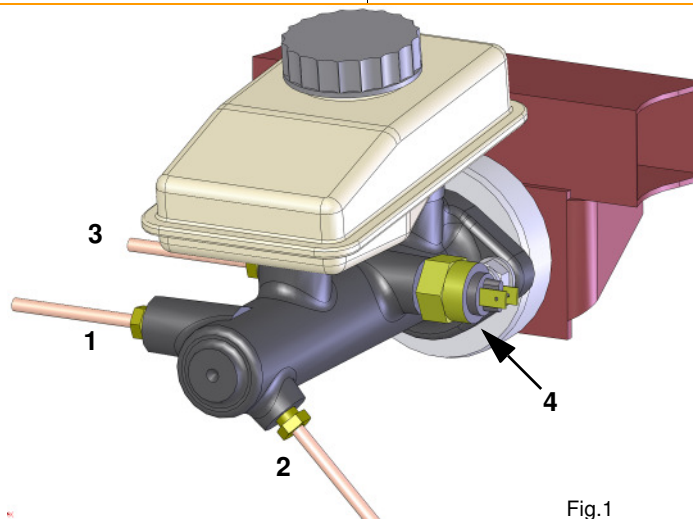

Fig.1
- It is important that the two metal lines that go to the front wheel are threaded in the end of the master cylinder farthest away from the plunger. The rear line and the switch should go into the holes closest to the master cylinder push rod. Note the brake switch will now be coming out of the side of the master instead of the nose of it. See Fig.1
- Achten Sie darauf, dass die beiden Bremsleitungen der Vorderachse an die, in Fahrtrichtung, hinteren beiden Anschlüsse (1) und (2) des Hauptbremszylinders kommen. Die Leitung der Hinterachse und der Bremslichtschalter kommen an die, in Fahrtrichtung, vorderen Anschlüsse (3) und (4). Siehe Fig.1